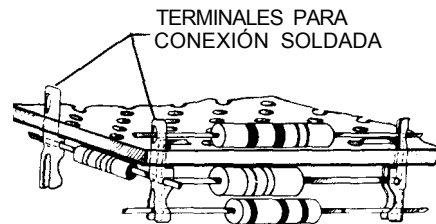

Fig. 26-18. Empleo de terminales insertadas necesarias para conexiones soldadas (Vector Electronic Company Inc.).
**Conexiones soldadas.** En la figura 26-17 se muestra un tablero de circuitos preperforado. Ese tablero se fabrica con un material f enólico y se encuentra en varios tamaños. Los tableros de circuito preperforado son una base conveniente para montar y alambrear elementos de circuitos; se utilizan a menudo como una tableta para conexiones. Algunas veces se introducen en un agujero puntas o terminales especiales (Fig. 26-18), las cuales forman puntos de contacto convenientes para soldar los hilos de conexión de los componentes.